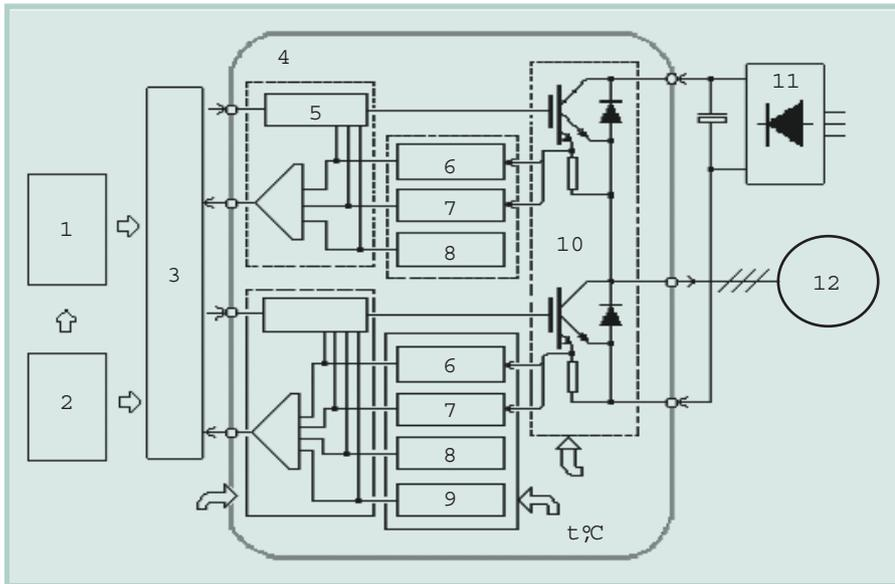

Рис. 10. Функциональная схема интеллектуального модуля
гамма интеллектуальных силовых модулей (IPM) на 300 А/1200 В в двухключевом исполнении и 100 А/1200 В (одного ключа) в шести- и семиключевом исполнении. Функциональная схема таких модулей приведена на рис. 10. В качестве схем драйверов применяются высоковольтные силовые интегральные схемы, обеспечивающие, кроме формирования импульсов управления на затворы IGBT (5), также функции защиты силовых ключей от перегрузок по току (OC — Over Current) — (6), включая короткое замыкание (SC — Short Current) — (7), защиту от перегрева (OT — Over Temperature) — (9), от аварии (недопустимого понижения) напряжения питания драйверов (UV — Under Voltage) — (8). В отдельных IPM добавлены гальваническая развязка управляющих сигналов (3), источники питания драйверов (2). В следующих поколениях планируется включать в состав IPM также и контроллер управления (1). Внешними для IPM являются шина постоянного тока